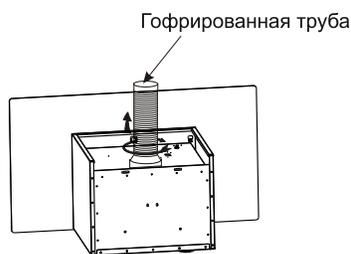

Рис. 5
- 2.3. Установите гофру на вытяжное отверстие вытяжки (рис.5).